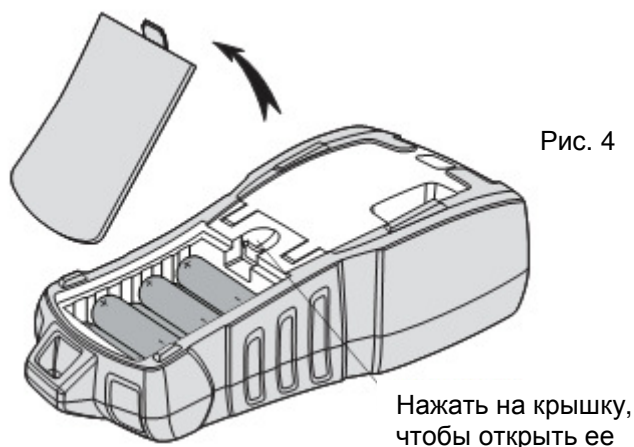

Рис. 4
1. Нажмите на крышку в нижней части принтера, откройте отделение для батарей (рис. 4)